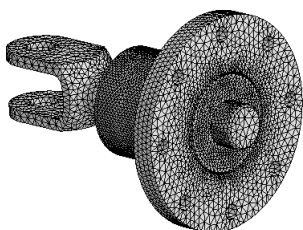

图 7.10.6 网格划分结果
(1) 局部控制一。单击“Mesh”工具栏中的  **Mesh Control** 按钮,在下拉列表中选择 **Contact Sizing** 选项,弹出“Details of ‘Contact Sizing’ - Contact Sizing”对话框;在对话框中的 **Contact Region** 下拉列表中选择 **Rough - SHAFT-BUSH To CONNECTOR-SHAFT** 选项,在 **Element Size** 文本框中输入数值 3.0,完成局部控制参数定义。
(2) 局部控制二。再次单击“Mesh”工具栏中的  **Mesh Control** 按钮,在其下拉列表中选择 **Contact Sizing** 选项,在“Details of ‘Contact Sizing’ -- Contact Sizing”对话框的 **Contact Region** 下拉列表中选择 **Rough - SHAFT-BUSH To OUT-BUSH** 选项,在 **Element Size** 文本框中输入数值 3.0,完成局部控制参数定义。
(3) 单击“Mesh”工具栏中的  **Update** 按钮,网格划分结果如图 7.10.6 所示。